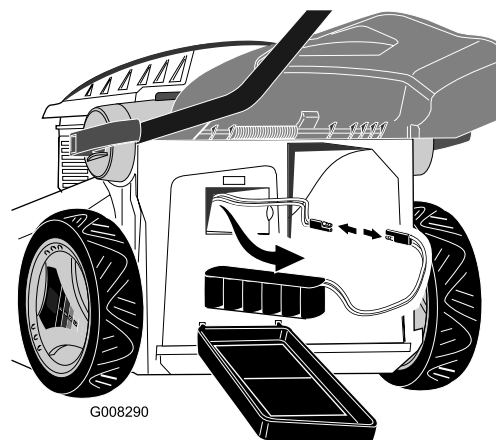

Figura 26
2. Retire la batería del compartimento y desconecte el cable de la batería del cable del cortacésped (Figura 26).